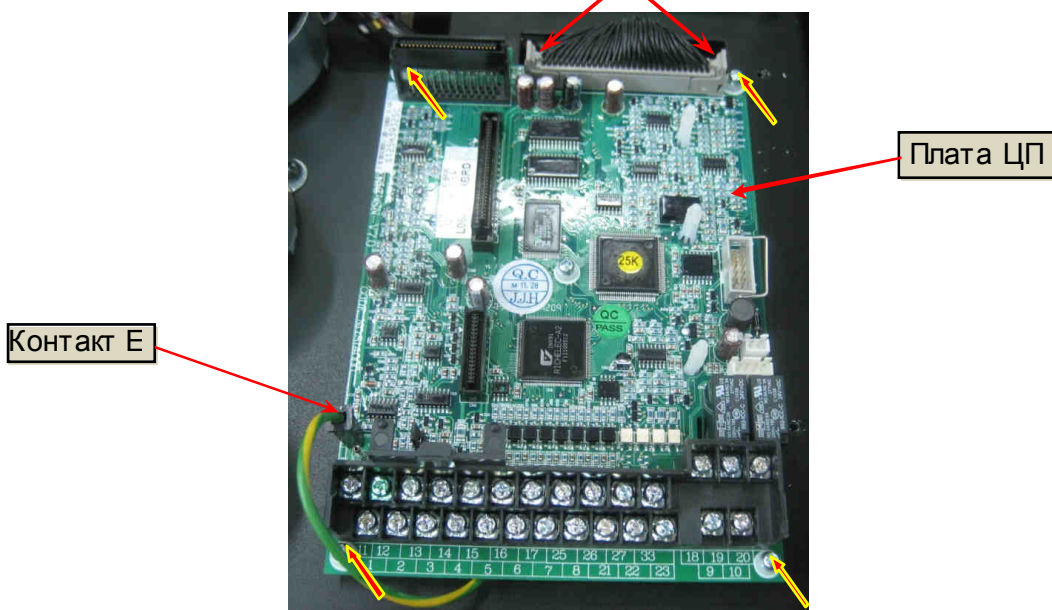

Рис. 7.37.
7.17.1. Установить плату ЦП на переднюю панель блока конденсаторов. Закрепить плату пятью винтами (рис. 7.37).
7.17.2. Присоединить заземляющий провод к контакту «Е» на плате, а жгут - к разъему на плате ЦП, закрепив розетку жгута фиксаторами (рис. 7.37).